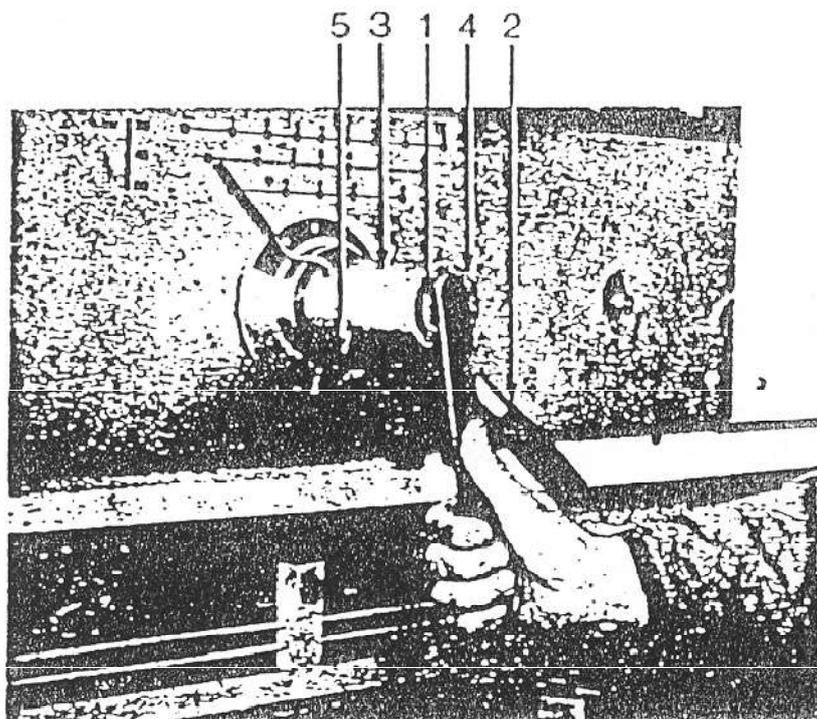

FIG. 3-18
- Con le lame ancora incrociate (come visto precedentemente l'incrociamiento è compreso fra 0,5 ed 1 mm su tutta la lunghezza), regolare la cesoia in gioco normale ed angolo di taglio minimo (Fig. 3-18);
- Regolare la cesoia in posizione di gioco largo ed angolo minimo (Fig. 3-18);
- Allentare il dado (Rif. 1 della Fig. 3-18) per smontare la leva (Rif. 2);
- Estrarre il mozzo (Rif. 3 della Fig. 3-18) avendo cura di recuperare le rondelle elastiche contenute all'interno;
- Togliere la parte inferiore del quadro di comando (5 viti) (Rif. 4 della Fig. 3-18)
- Smontare la parte inferiore del quadro di comando (5 viti) (Rif. 4 della Fig. 3-18);
- Togliere il disco (Rif. 5 della Fig. 3-18);